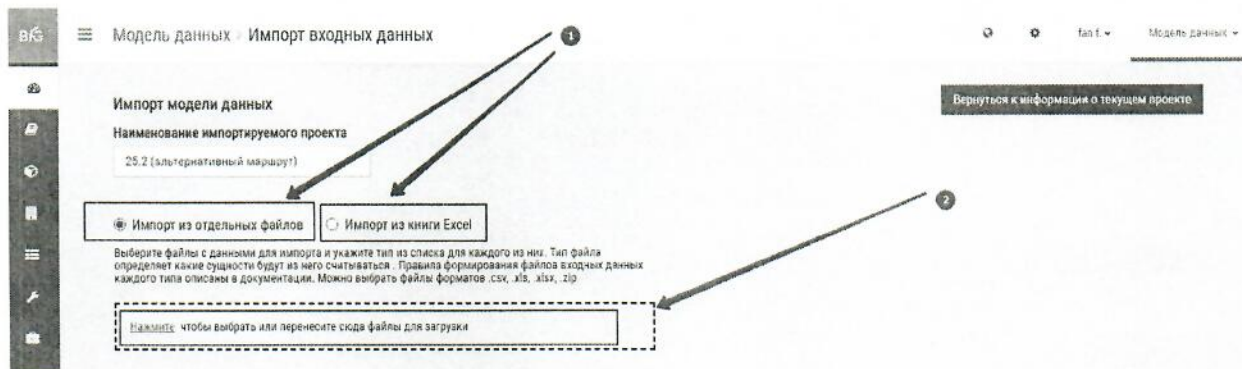

Рисунок 4.3
- 2 Выбрать режим импорта (рисунок 4.3) и нажать кнопку «Нажмите»;